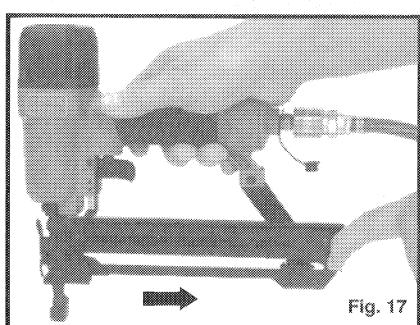

Fig. 17
2. Tire (jale) el seguidor de grapas hasta la posición trasera (vea la Fig. 17) y permitá que se enganche en la posición abierta.